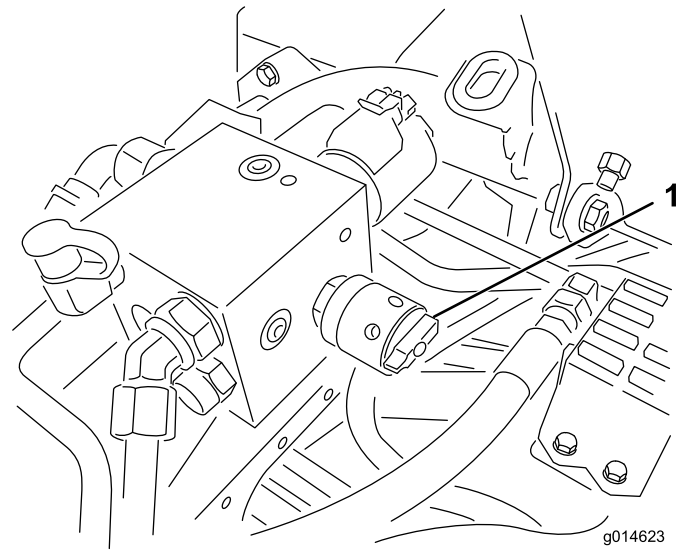

Figura 38
4. Para establecer la velocidad de los molinetes, gire el pomo (Figura 38) hasta que las flechas apunten al número que indique el ajuste deseado.